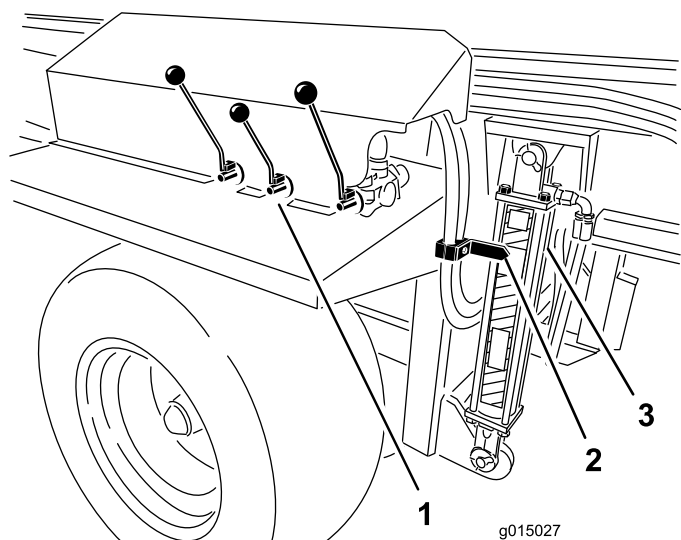

図 35
SH モデルでは油圧コントロールを使って、EH モデルでは無線リモコンを使って、メインホッパーの高さを調整する油圧シリンダの矢印が「油圧シリンダ・デカル」の「緑色ゾーン」にくるように調整します (図 35)。
**重要** 散布せずに移動走行をしているときには、ツインスピナーを停止し、ホッパー後部を少し上昇させて十分な地上高を確保してください（図 35）。